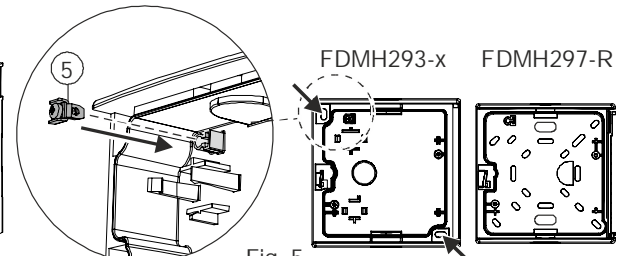

Fig. 5
- In wet areas, only use the two screw holes marked by arrows on the housing FDMH293-x (see Fig. 5).
3. If the detector line cables (LINE) are shielded, connect the shieldings to an auxiliary terminal (5) in the back box (see Fig. 5). When the external alarm indicator (Ext. AI) is connected via a shielded cable, the shielding must be connected to the positive pole of the alarm indicator by means of an auxiliary terminal.
- Verwenden Sie in Nassbereichen beim Gehäuse FDMH293-x nur die beiden mit Pfeil markierten Schraubenlöcher (siehe Fig. 5).
3. Falls die Melderlinienkabel (LINE) abgeschirmt sind, verbinden Sie die Abschirmungen mit einer Zusatzklemme (5) im Gehäuseboden (siehe Fig. 5). Wird der externe Alarmindikator (Ext. Al) über ein abgeschirmtes Kabel angeschlossen, muss die Abschirmung mit einer Zusatzklemme mit dem Plus-Anschluss des Alarmindikators verbunden werden. Die Abschirmungen dürfen keine anderen Potenziale oder Metallteile im Handfeuermelder berühren.